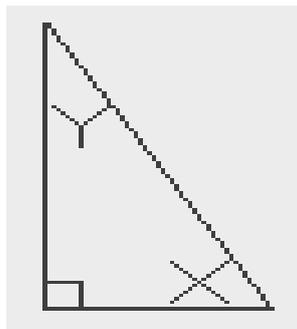

Рисунок 7.1
- перейти в пространство листа, при этом значок системы координат примет характерную форму в виде треугольника (рисунок 7.1).